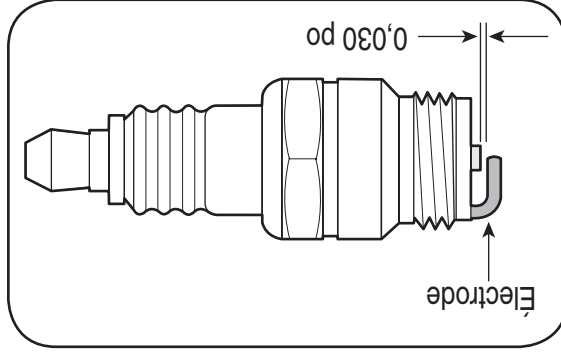

Figure 10-4: Mesurez l'écartement de la bougie avec une jauge d'épaisseur.
3. Mesurez l'écartement de la bougie avec une jauge d'épaisseur. Ajustez au besoin en pliant l'électrode de côté. Voir la Figure 10-4. L'écartement doit mesurer 0,030 po.